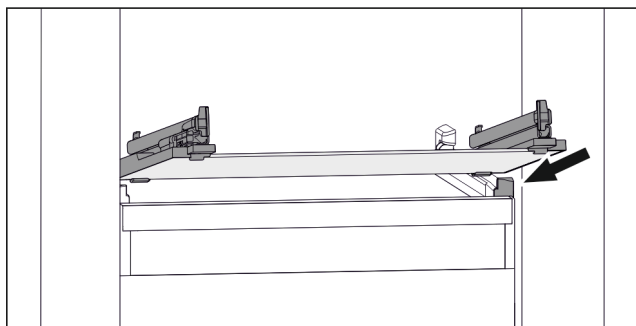

Fig. 141 Vejledende visning af glaspladen
- ▶ Sæt glaspladen skråt bag stoppene. (se Fig. 141)